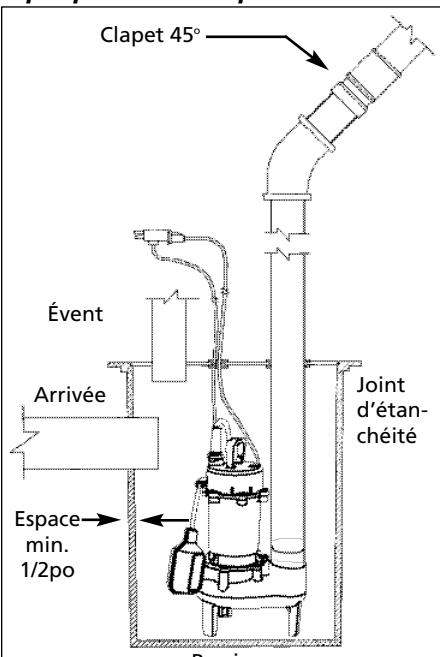

Figure 3 - Bassins préfabriqués
6. Cette pompe a un interrupteur à longe détachable tether switch avec une fiche superposée (Voir Figure 3). La longeur du longe (distance du cordon du flotteur à la pince) ne devrait pas être ajustée moins que 8,26 cm (3-1/4 po) et ne devrait pas être utilisé dans un bassin plus petit que 35,6 cm (14 po) de diamètre. Si vous utilisez un différentiel autre que celui réglé à l'usine, s'assurer que lorsque la